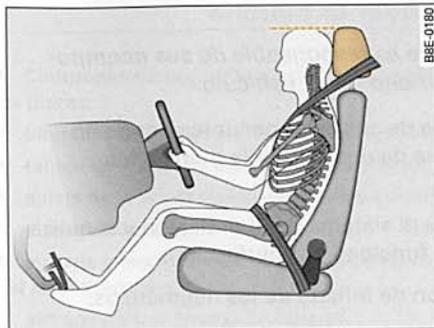

Fig. 159 Ajuste correcto del apoyacabezas del conductor
- Regule el apoyacabezas de tal manera que el borde superior del apoyacabezas esté a la misma altura que la parte superior de la cabeza del ocupante en cuestión ⇒ fig. 159.